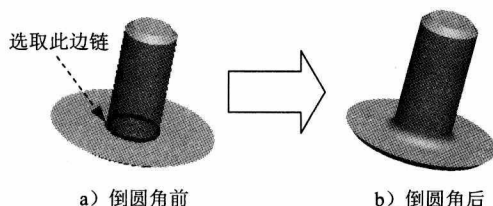

图 1.8 倒圆角特征 1
Step5. 创建图 1.8 所示的倒圆角特征 1。单击 **模型** 功能选项卡 **工程** ▾ 区域中的  **倒圆角** ▾ 按钮，选取图 1.8 所示的边链为倒圆角的边线，输入圆角半径值为 3.0。